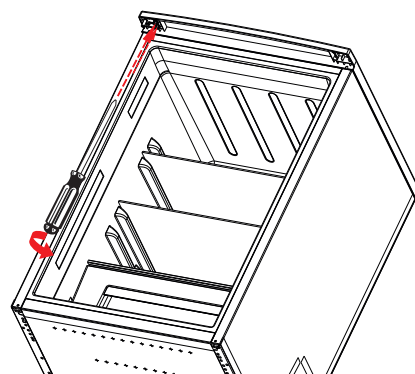

Abb. 13
- ▶ Schrauben Sie das obere Scharnier mit den beiden Halterungsschrauben auf der linken Geräteseite wieder fest (Abb. 13).